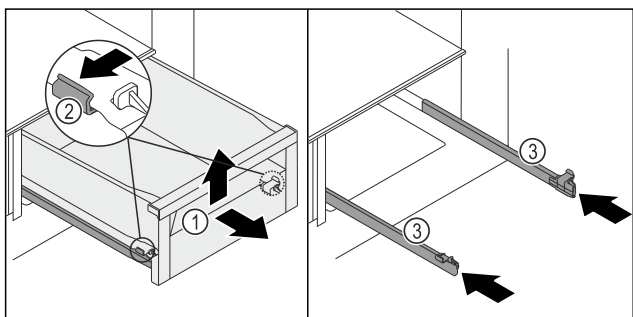

Fig. 116
- Витягніть висувний ящик Fig. 116 (1) до упору.
- Одночасно натисніть затискач Fig. 116 (2) ліворуч і праворуч на рейках злегка назовні.
- Висувний ящик Fig. 116 (1) від'єднається від рейок.
- Підніміть висувний ящик Fig. 116 (1) спереду.
- Вийміть висувний ящик Fig. 116 (1) рухом уперед.
- Всуňte рейки Fig. 116 (3).